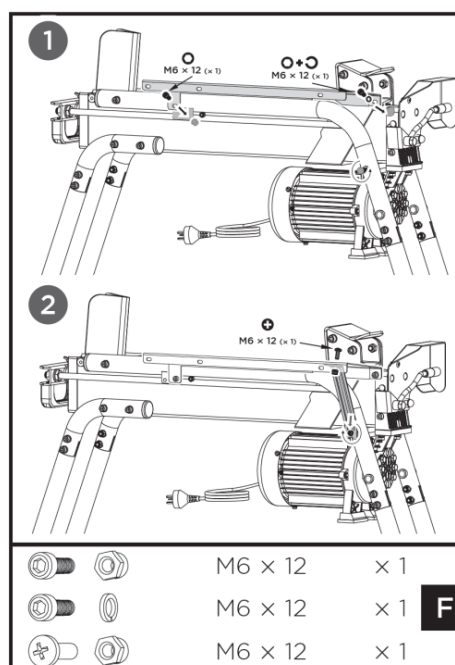

Fig. 6
1. Montez l'extrémité droite de la plaque de protection inférieure (e) sur le capuchon arrière de la machine à l'aide d'une vis à tête creuse M6x12 et d'une rondelle élastique (F). Fixez l'extrémité gauche à la plaque de raccordement du rail de tuyau à l'aide d'une vis à tête creuse M6x12 et d'un contre-écrou M6 (F). Voir la figure 6.
2. Desserrez la vis à tête creuse M8x50 qui fixe le tube de retenue de bûches (5) au tube de corps. Insérez l'extrémité ouverte du support 2 (d) et serrez la vis. Connectez l'extrémité supérieure du support 2 (d) à la plaque de protection inférieure (e) à l'aide d'une vis à tête cruciforme. Voir la figure 6.